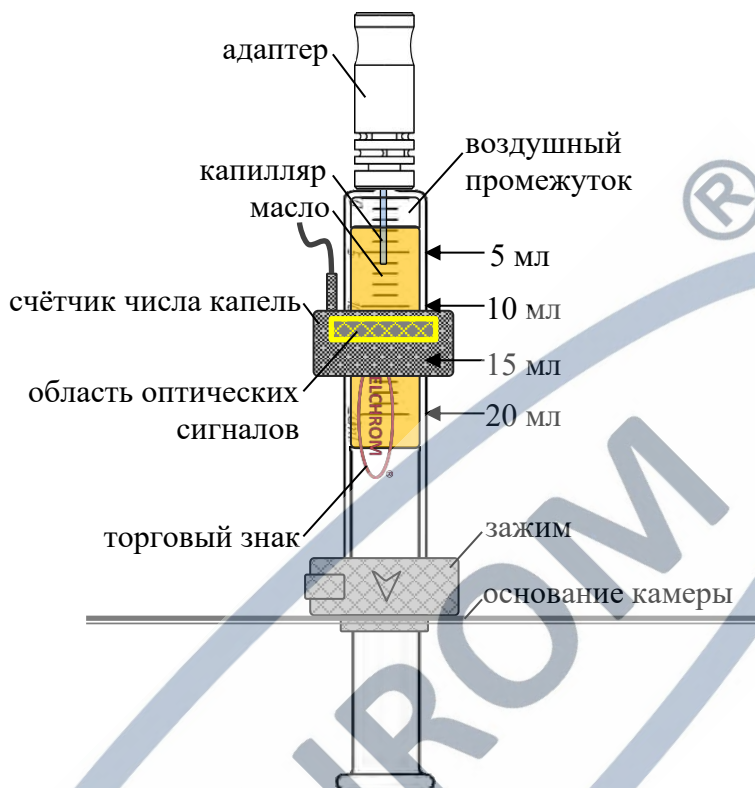

Рис. 9. Установка счётчика числа капель
7.5.6 Надеть сверху на пробоотборник счётчик числа капель с измерителем температуры пробы масла (рис. 8д). Установить счётчик числа капель примерно на уровне отметки 10 мл (рис. 9). Проследить, чтобы маркировка торгового знака на пробоотборнике не попала в область счётчика числа капель для беспрепятственного прохождения оптических сигналов сквозь пробоотборник.